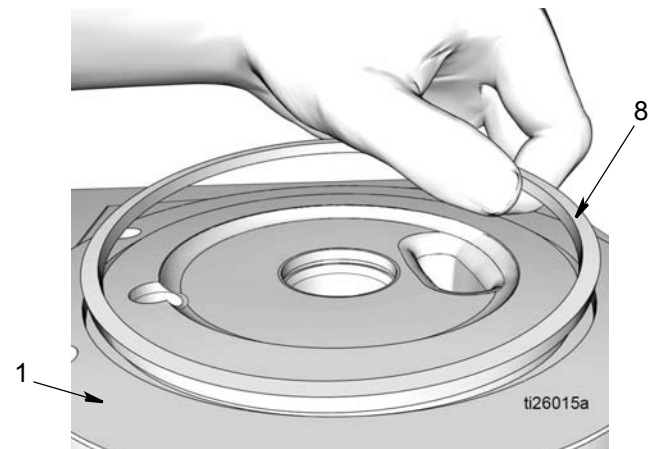

FIG. 29
21. Déposer le joint à section carrée (8) de la base de la pompe (1) (FIG. 29). Mettre le joint torique au rebut en respectant toutes les réglementations concernées.